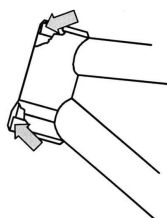

Fig.1
4. Reinigen Sie sorgfältig die Lagersitze von Schmutz und Loctite™-Resten. Verwenden Sie einen Schleifschwamm oder Stahlwolle mit Lösungsmittel. Wiederholen Sie diesen Schritt bis die Lagersitze metallisch blank sind. (**Fig. 1**)
4. Reinigen Sie die Lagersitze (**Fig.1**)